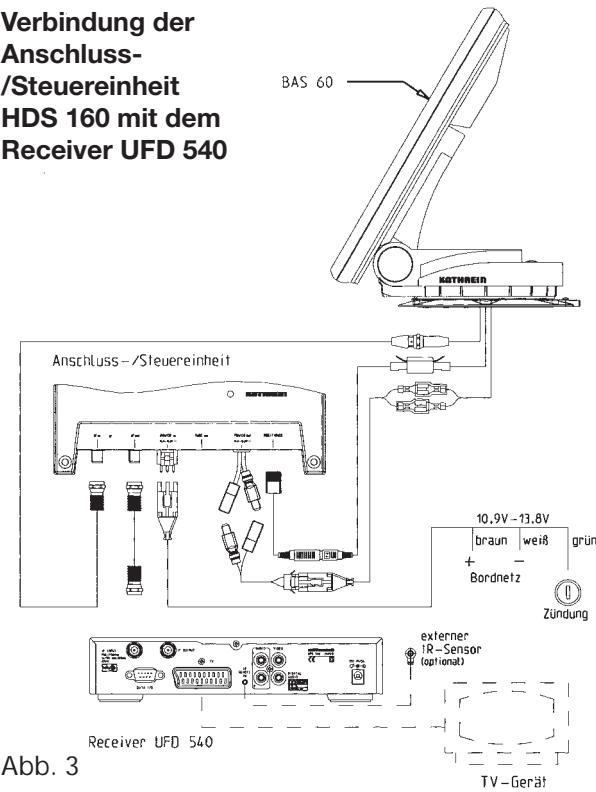

Abb. 3
- Beachten Sie die zur Verfügung stehenden Kabellängen (Abb. 3). Die Anschluss-/Steuereinheit HDS 160 muss so angebracht werden, dass hinter dem Gerät Luftzirkulation möglich ist (eine Montage, z.B. auf teppichbezogenen Wänden ist nicht zulässig!)
Sind alle Kabelverbindungen ordnungsgemäß durchgeführt (siehe Abb. 3), kann die Stromversorgung wieder angeschlossen werden. Die Anlage ist nun betriebsbereit.
Die Kabel sind an der neuen Steuerung folgendermaßen anzuschließen (Abb. 3 bzw. 1):